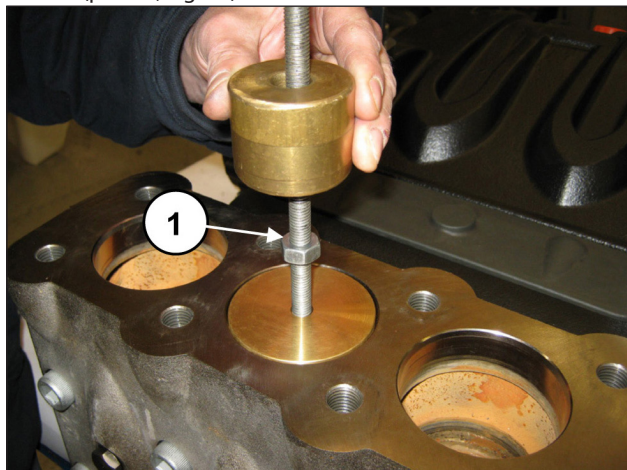

Fig. 96
Extraia a tampa da válvula com o uso de um extrator de mecanismo de percussão para aplicar o furo M10 da tampa da válvula (pos. ①, Fig. 96).